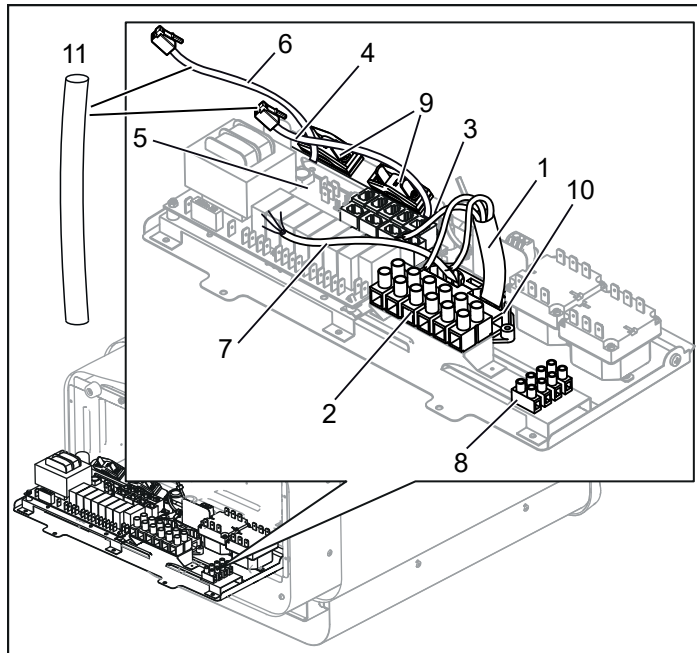

Figure 10 : Circuit imprimé
4. Raccordez le câble électrique (1) au bornier (2) (voir figure 10), en suivant le schéma de raccordement (voir la section Schéma de raccordement/branchement, page 31).
5. Acheminez les câbles du panneau de commande et de la sonde de température à travers les passe-câbles (3). Raccordez le câble du panneau de commande (4) à l'un des quatre connecteurs RS485 (positions 6-9) (voir figure 10), en suivant le schéma de raccordement (voir la section Schéma de raccordement/branchement).
6. **Combi Pure** : Raccordez le câble du capteur (6) au contact NTC sur le circuit imprimé (position 1) (5) conformément au schéma de connexion (voir la section Schéma de câblage et de connexion, page 31).